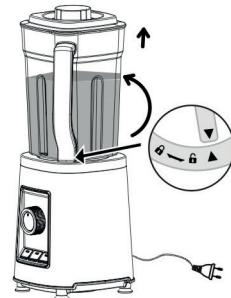

Fig 6
- Når miksingens er ferdig, slår du av blenderen ved å vri funksjonsvelgeren (14) til OFF og dra ut kontakten. Fig. 6.